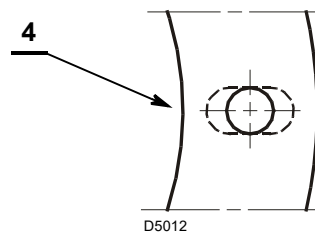

Fig. 7
- Allargare, se necessario, i fori dello schermo isolante 4) Fig. 7.